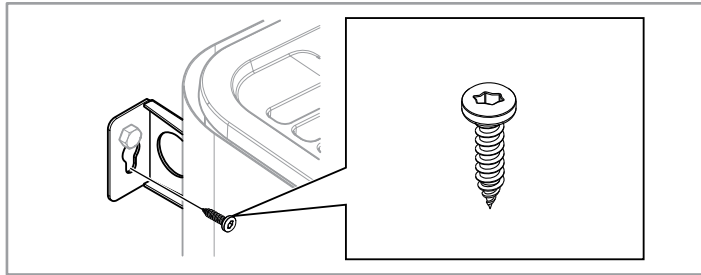

Abbildung 14: Sicherungsschraube für Halterung
8. Fixieren Sie die Heizung mit der Sicherungsschraube (siehe Abb. 14).